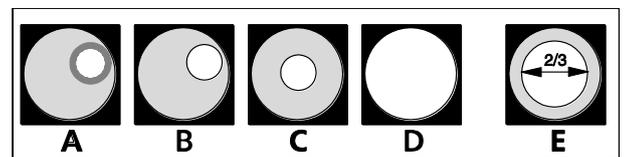

Fig. 84 Réglages du diaphragme en lumière réfléchi sur champ clair selon le principe d'illumination de KÖHLER
- Fermer le diaphragme de champ lumineux (Fig. 85/3) jusqu'à ce qu'il soit visible (Fig. 84/A).
- Utiliser la commande de mise au point (Fig. 85/9) pour faire le point sur le bord du diaphragme en champ lumineux (Fig. 84/B).
- Centrer ensuite le diaphragme de champ lumineux en réglant les deux vis de réglage dans le curseur (Fig. 85/3 ; à l'aide d'un tournevis à tête sphérique de 3 mm) (Fig. 84/C). Ouvrir alors le diaphragme de champ lumineux jusqu'à ce que le bord du diaphragme disparaisse simplement du champ de vision (Fig. 84/D).
- Retirer un oculaire du tube oculaire (ou faites pivoter la lentille de Bertrand) et régler le diaphragme d'ouverture (Fig. 85/2) à environ 70-80 % du diamètre de la pupille de sortie de l'objectif (Fig. 84/E). Les réglages nécessaires pour un contraste optimal dépendent de l'échantillon.